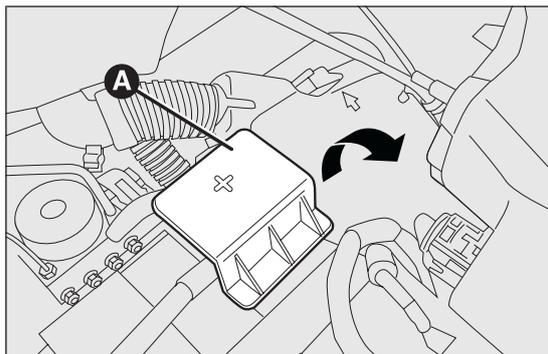

fig. 167
- rimuovere il coperchio A fig. 167 di protezione del polo positivo della batteria sollevandolo verso l'alto;